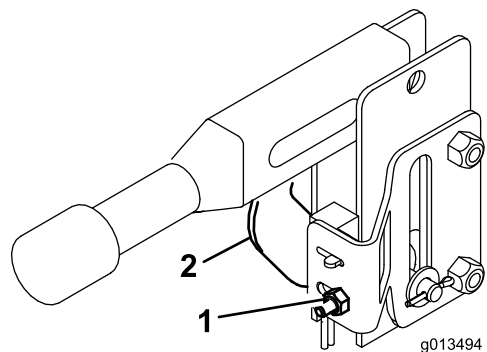

Figura 25
5. Desaperte as (2) porcas que prendem o interruptor de segurança do travão ao suporte do sensor do travão (Figura 25).
6. Ajuste o interruptor do travão até que a folga de ar entre o interruptor e a alavanca do travão de mão seja de $1,53 \text{ mm} \pm 0,030$. (Figura 25). Aperte todas as porcas de montagem do interruptor.